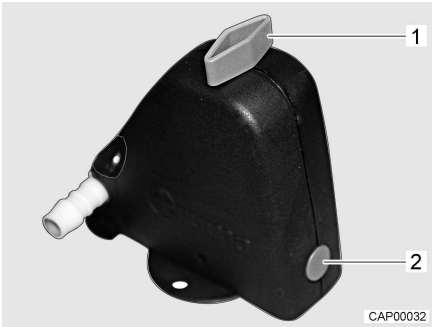
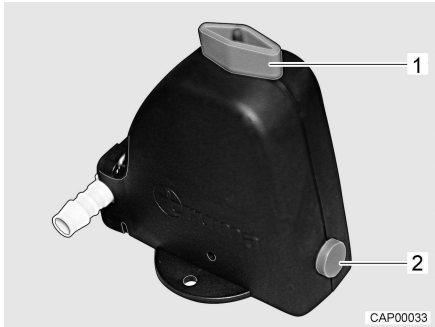

Fig. 101 Válvula de seguridad/purga cerrada
Fig. 102 Válvula de seguridad/purga abierta
- Abrir la válvula de seguridad/purga (Fig. 101). Para ello, girar el botón giratorio (Fig. 101,1) a la posición longitudinal en referencia a la válvula de seguridad/purga. El botón (Fig. 101,2) salta hacia fuera. La válvula de seguridad/purga abierta se muestra en Fig. 102.